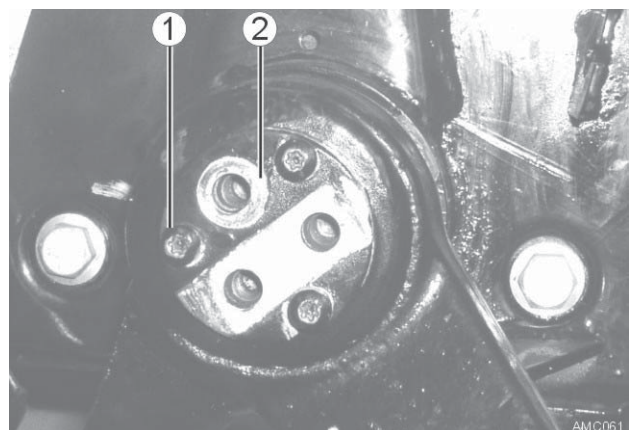

Bild 16
6. Drei Innensechskant- oder Torxschrauben (Bild 16 - 1) (je nach Achsausführung) M6x16 herausschrauben und Abdeckscheibe (Bild 16 - 2) abnehmen.